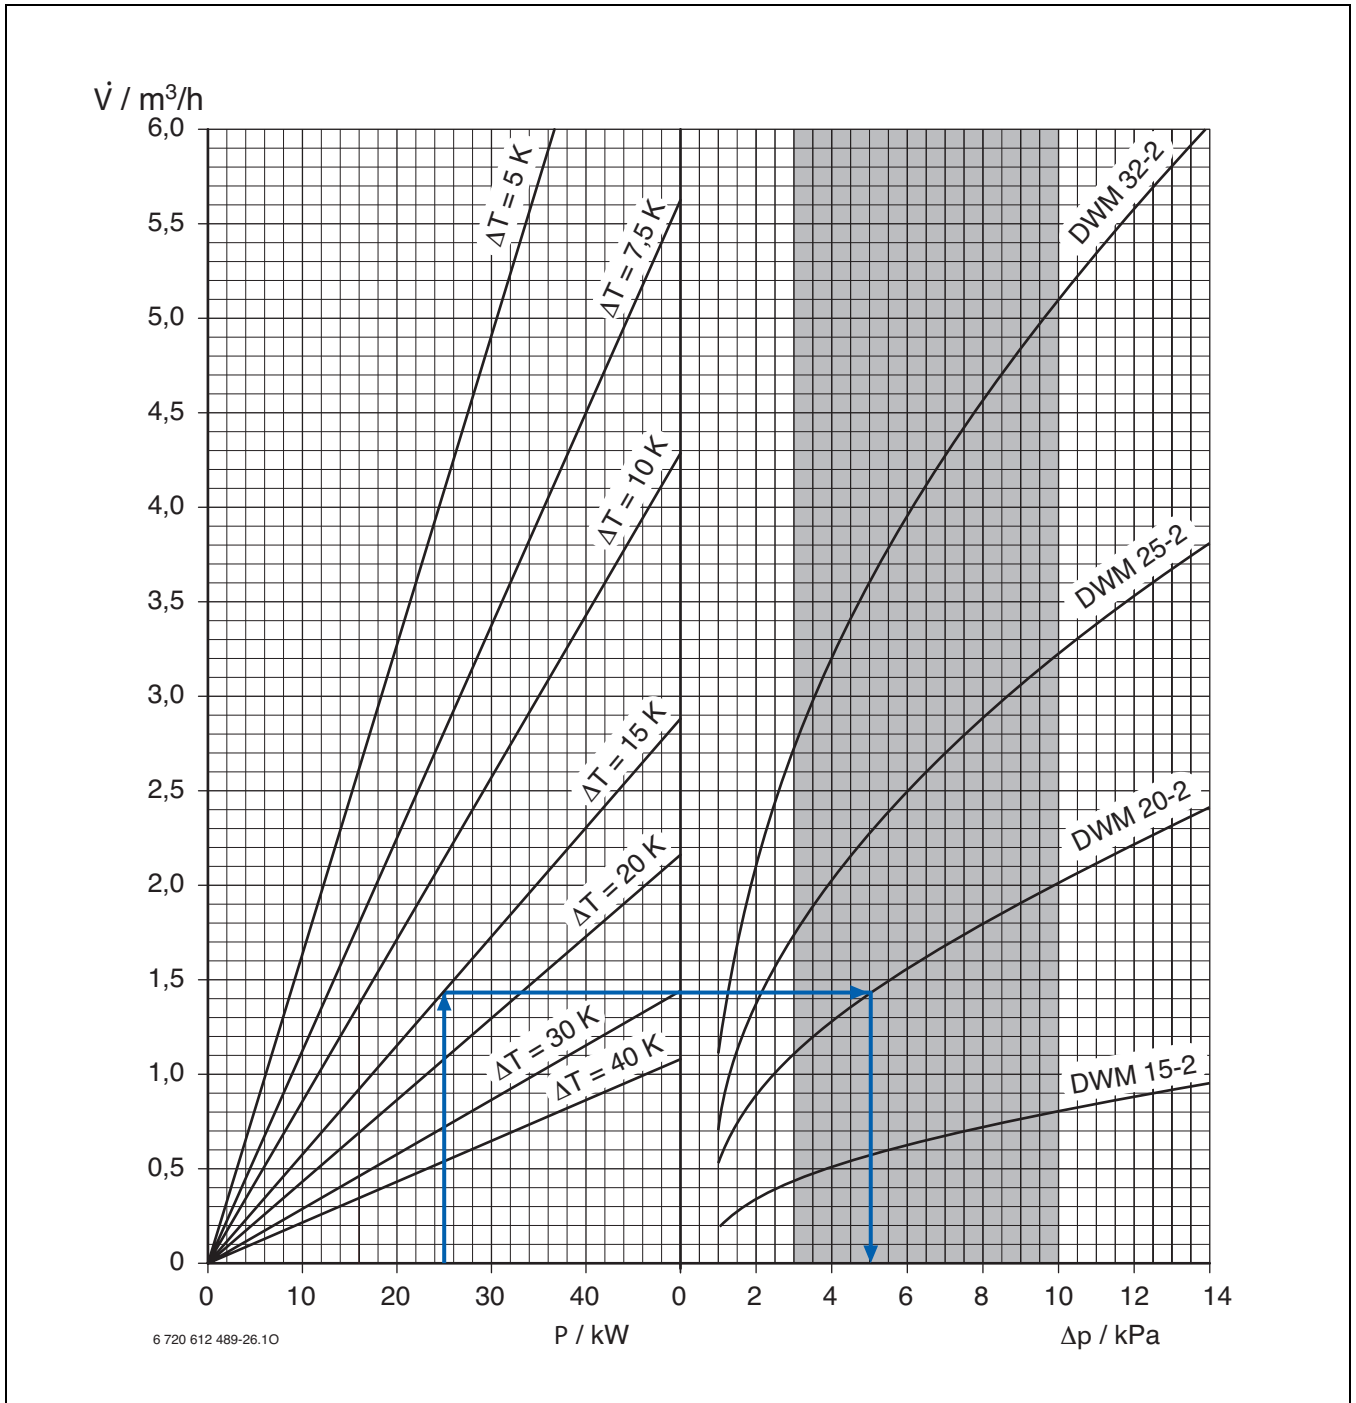

Рис. 129 Диаграмма выбора трёхходового смесителя
Для достижения хорошей характеристики регулирования падение давления в смесителе должно быть примерно равным падению давления в части трубопроводной сети «с переменным расходом», то есть также 3,0 ... 10,0 кПа. На этом основана диаграмма выбора смесителей (рис. 129).
- ▶ Найдите на левой половине рис. 129 точку пересечения линий мощности и разности температур.
- ▶ Найдите на левой половине рис. 129 точку пересечения линий мощности и разности температур. Она примерно соответствует расходу  $1,5 \text{ м}^3/\text{ч}$ .